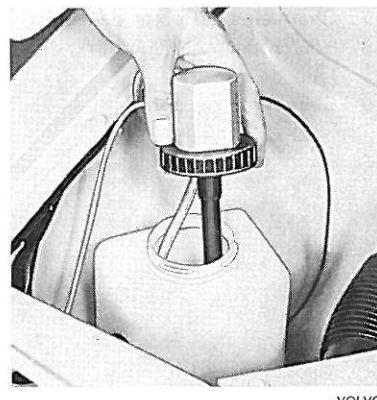

Figure 60. Réservoir de lave-glace
4. Contrôler le niveau de liquide du lave-glace, lave-glace presque complètement plein (figure 60).